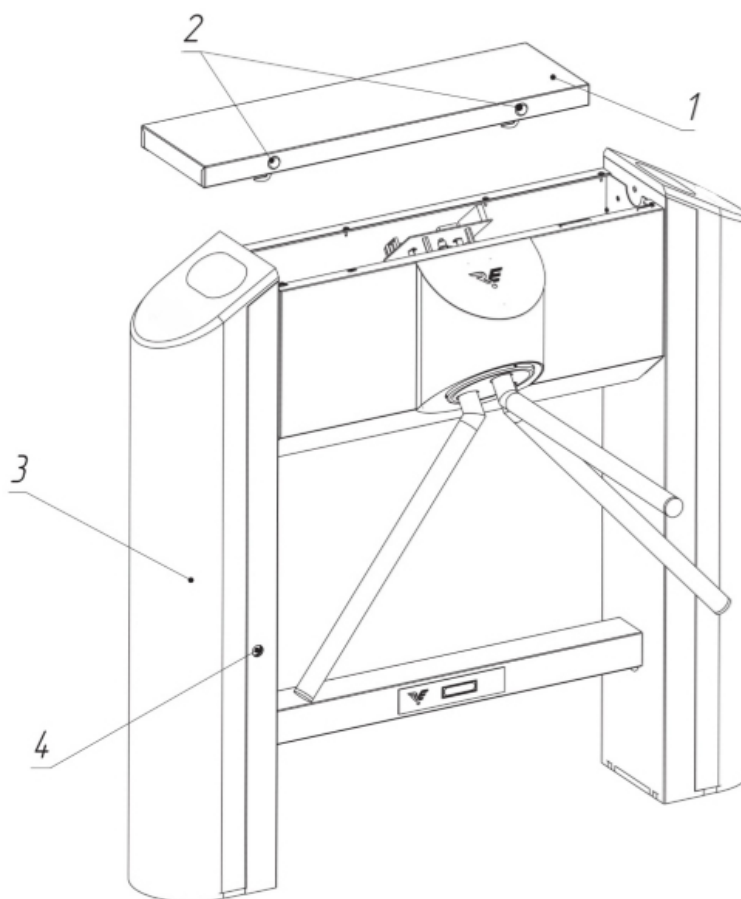
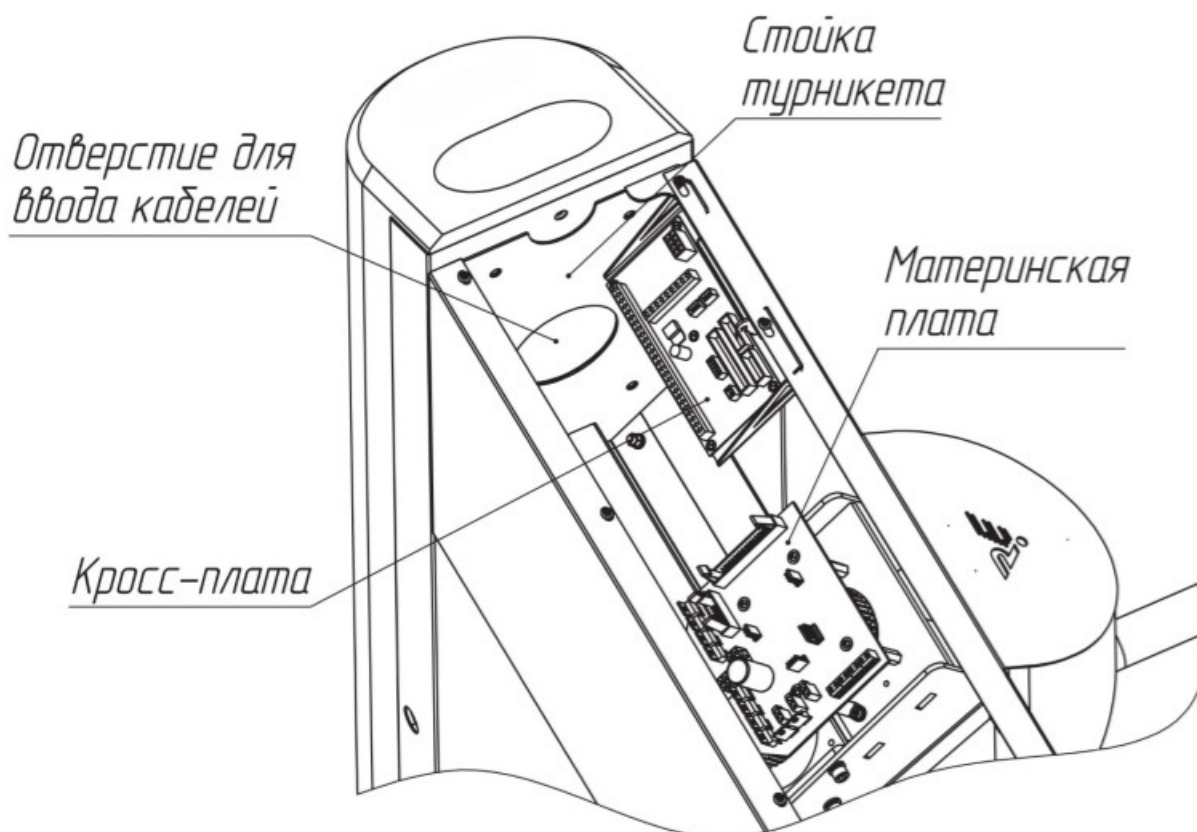
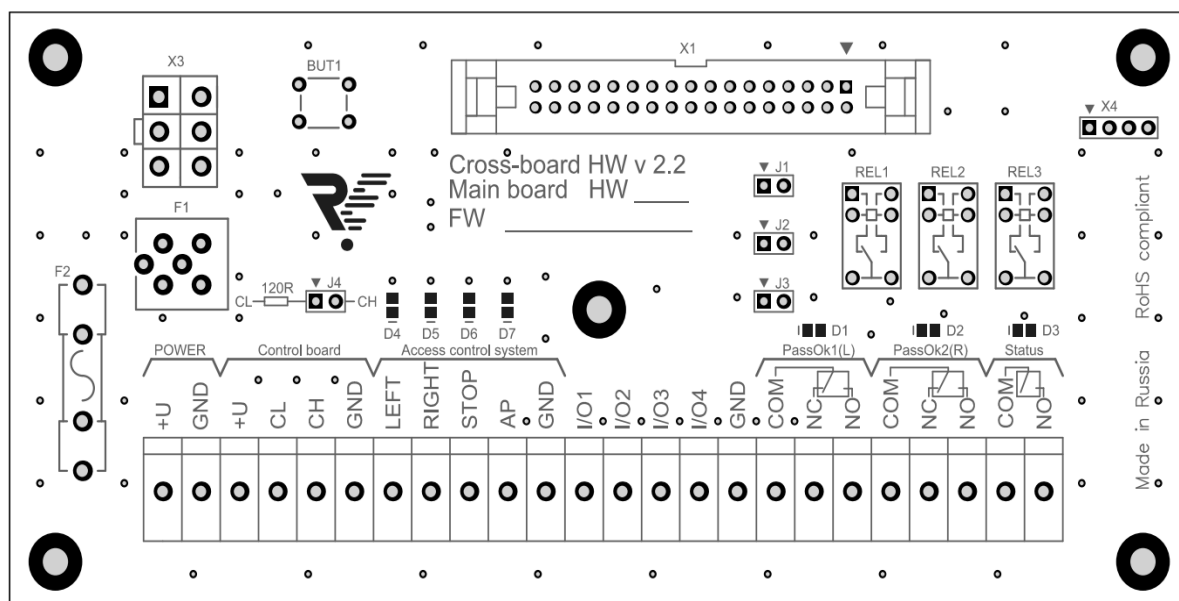
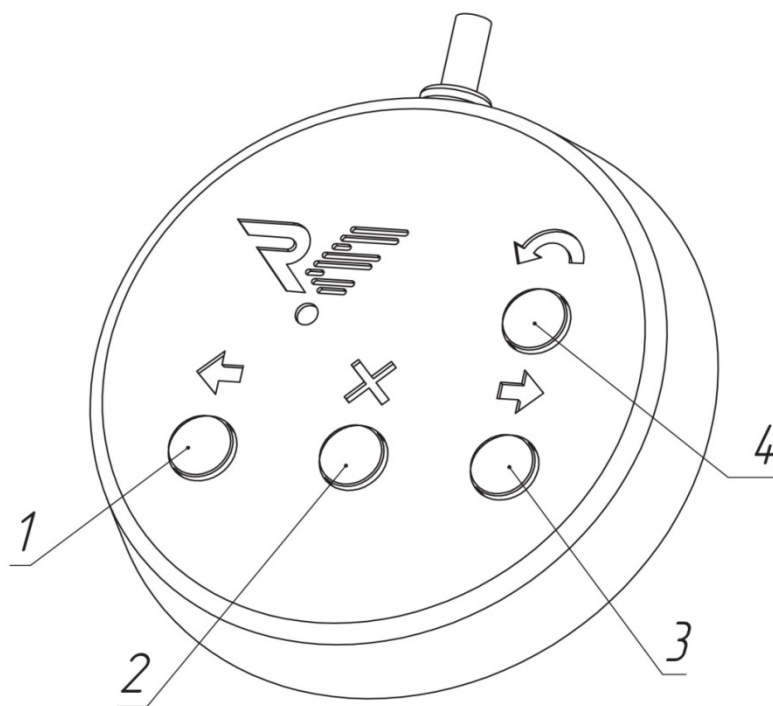

Рис. 8 Подготовка к установке турникета
Рис. 9 Расположение кросс-платы на стойке турникета
Рис. 10 Внешний вид кросс-платы
Рис. 11 Нумерация кнопок ПУ
4.2.7. Установите турникет на подготовленную площадку (рис. 5). Используя ключи, откройте замки (2, Рис. 8) и снимите верхнюю крышку (1, Рис. 8). Также, открыв замок стойки (4, Рис. 8), откройте дверцу стойки (3, Рис. 8).
Подключение БП, ПУ и СКУД осуществляется с помощью кросс-платы. Для этого необходимо снять крышку турникета(1,Рис. 8), используя ключи. На Рис. 9. показано расположение кросс-платы на стойке турникета.
На Рис. 10 показан внешний вид кросс-платы и расположение разъемов для подключения БП, ПУ, СКУД и ОПС.
Входы LEFT и RIGHT могут работать как в потенциальном, так и в импульсном режиме (срабатывание по факту замыкания на контакт GND). Импульсный режим установлен по умолчанию. Для перехода на потенциальный режим работы необходимо установить джампер J1 (Рис. 10). В данном случае режим прохода влево/вправо включается только на время подачи управляющего сигнала на входы LEFT/RIGHT. Режим свободного прохода можно устанавливать подачей управляющих сигналов на оба входа одновременно. Приоритет входов LEFT и RIGHT при переходе в импульсный режим остается неизменным.
Для использования данной схемы подключения турникета необходимо установить на кросс-плату джампер J2 (Рис. 10). При установленном джампере J2 турникет не реагирует на команды пульта, а лишь транслирует их состояние на контакты клеммных колодок I/O1...I/O4 (рис. 8), которые являются выходами с открытым коллектором. Назначение контактов представлено в таблице 6, нумерация кнопок пульта изображена на Рис. 11. Для данной группы контактов максимальный выходной ток не более 150 мА, допустимое напряжение не более 24 В.
I/O1	Состояние кнопки "Влево" (1, Рис. 11)
I/O2	Состояние кнопки "Вправо" (3, Рис. 11)
I/O3	Состояние кнопки "Стоп" (2, Рис. 11)
I/O4	Состояние кнопки "Антипаника" (4, Рис. 11)